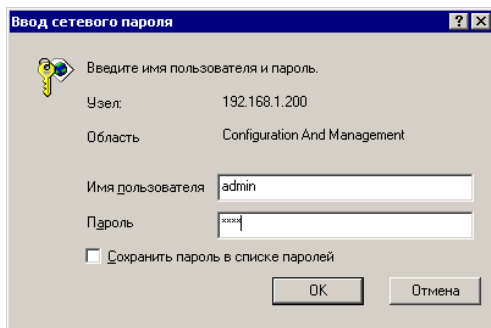

Рисунок 13 – Окно ввода пароля
7.7.1 Вход на эту страницу защищен паролем (рисунок 13), который требуется ввести в следующем окне: